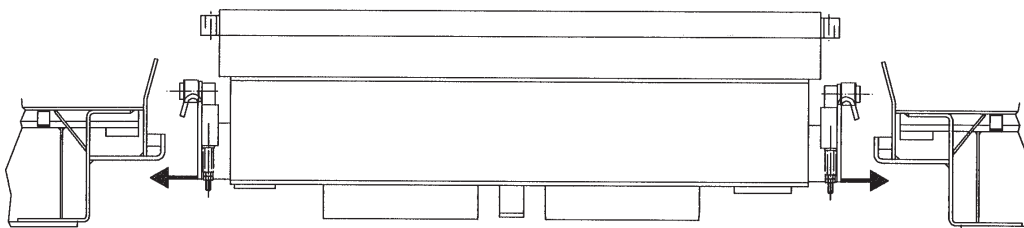

Fig. 6
- posizionare le staffe della traversa (Fig. 6) in prossimità dei bordi delle pedane;
- position the brackets of the crosspiece (Fig. 6) close to footboard edge;
- Die Bügel der Traverse an den Rändern der Fahrschienen positionieren (Abb. 6).
- positionner les brides de la traverse (Fig. 6) près des bords des chemins de roulement
- colocar los soportes del travesaño (Fig. 6) en proximidad de los bordes de las plataformas;